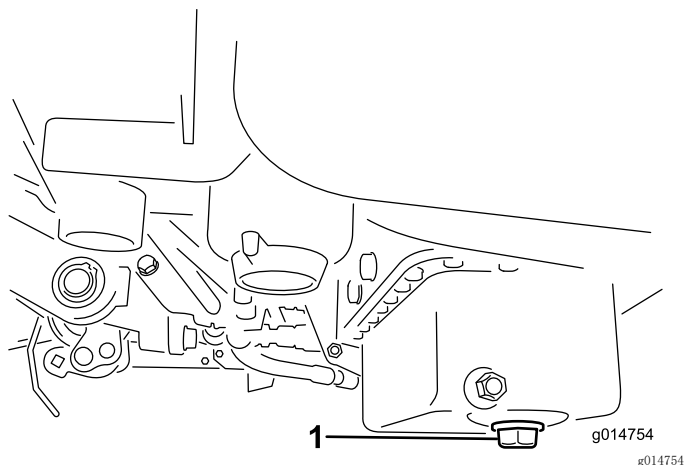

图26
1. 拆下排油塞、让油流入放油盘。油不再流时、安装排油塞（图26）。